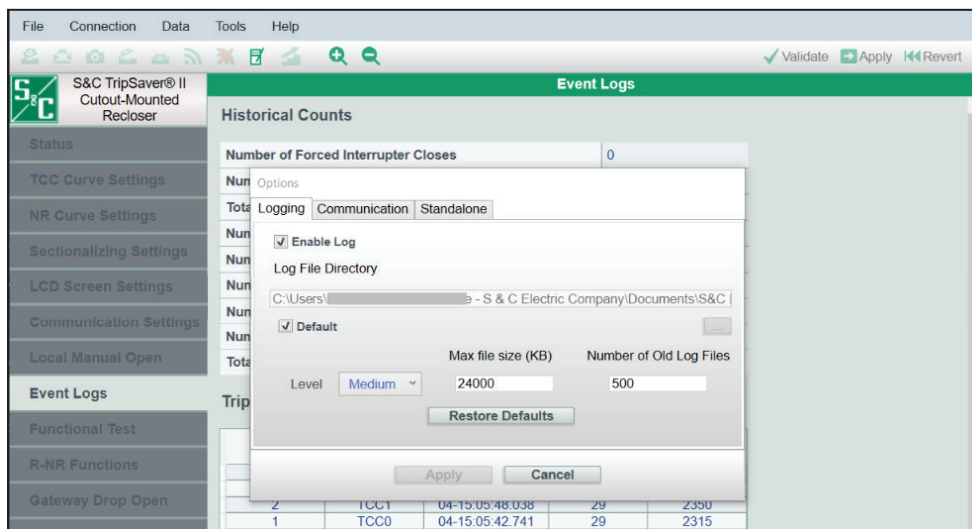
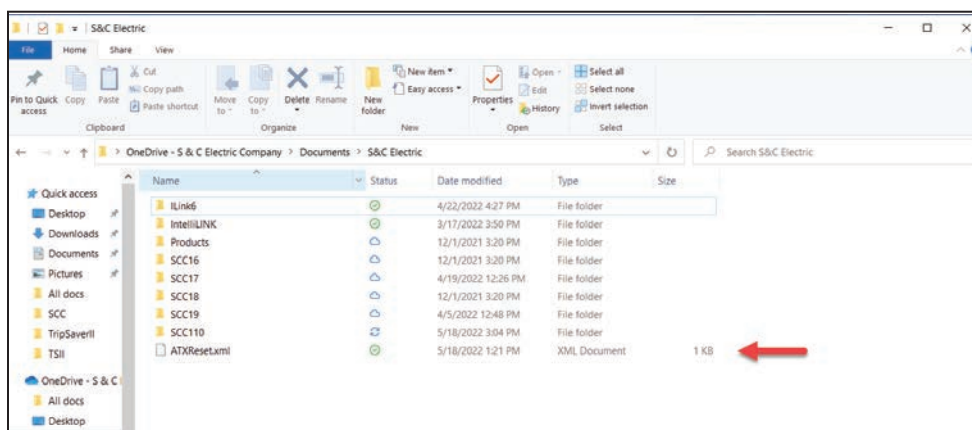
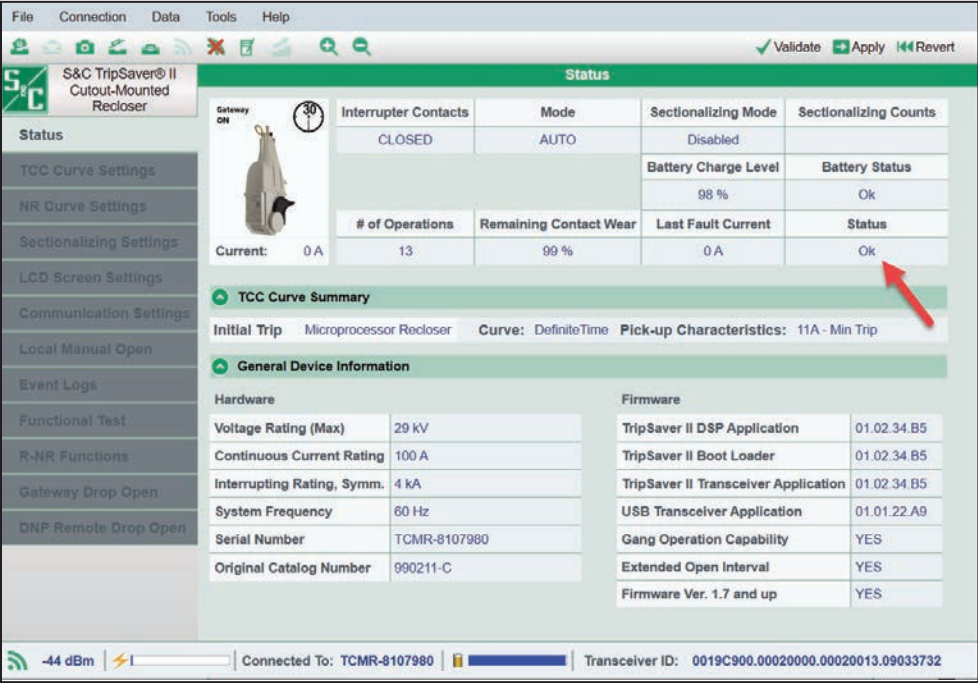

Figura 146. Diretório de Arquivo de Log default.
Figura 147. O arquivo de reparo deve ser localizado no Diretório de Arquivos default.
Figura 151. Tela *Status* após um procedimento de rearme de Remoção da Indicação de Manutenção Imediata ter sido realizado com sucesso.
PASSO 4. A S&C retorna com o envio do arquivo de reparo ATXReset.xml. Coloque o arquivo de reparo no diretório default Log File. Para localizar este diretório, selecione “Tools>Options” (Ferramentas>Opções) no menu **Principal**. Ver Figura 146 e Figura 147.
PASSO 8. Vá para a tela *Status* e verifique o status do religador TripSaver II. Se o status for **OK**, o status **Manutenção Imediata** foi removido. Ver Figura 151. Em seguida exclua o arquivo ATXReset.xml do diretório de arquivos de log default. Ver Figura 147 na página 110. Se o status **Manutenção Imediata** ainda estiver presente, entre em contato com o Centro Global de Monitoração e Suporte da S&C no número 1-888-762-1100 (atendimento em inglês). No Brasil, ligue para (41) 3382-6481, em horário comercial.